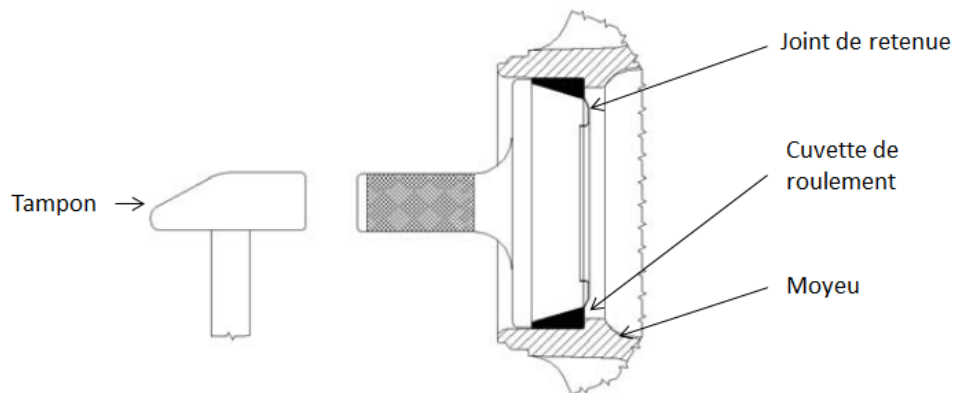

Figure 40 — Remontage des bagues extérieures (cuvettes)
3. Insérez les cuvettes comme le montre la Figure 40.